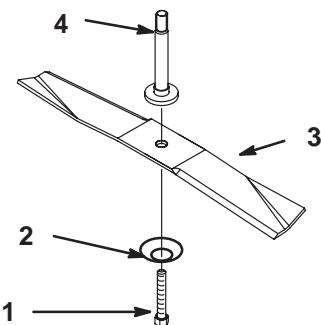

Figure 24
- Enlevez le boulon, la rondelle bombée et la lame (Fig. 24). Pour enlever le boulon, bloquez éventuellement la lame en introduisant une cale en bois entre la lame et le carter de tondeuse.